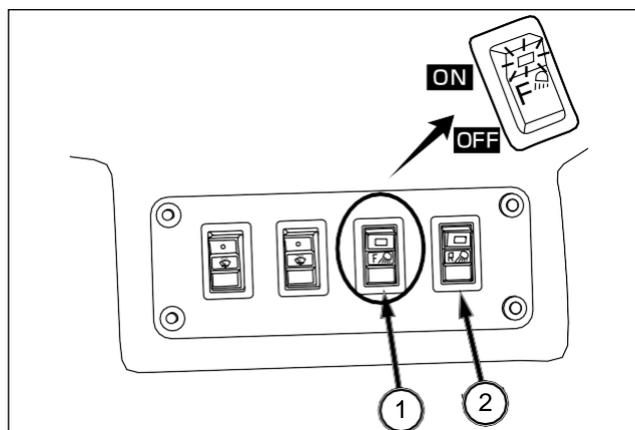

FIG. 166
FIG. 166: Para encender los proyectores: pulse la parte superior del interruptor (1) para encender el proyector delantero; pulse la parte inferior del interruptor (2) para encender el proyector trasero. El testigo LED del interruptor se enciende.